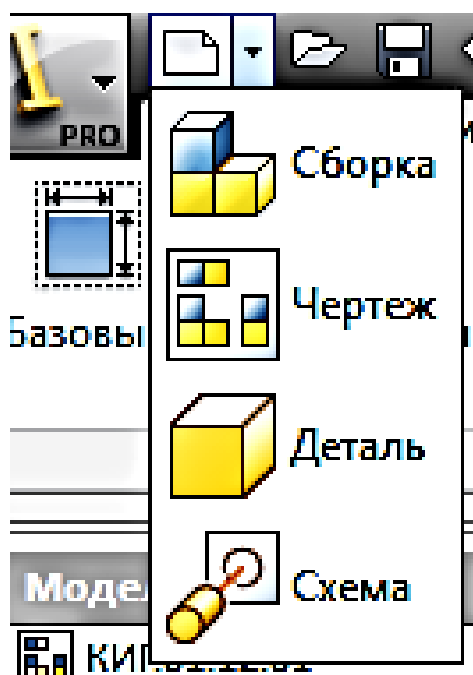

Рис. 7.1.
2. Нажмём кнопку «Создать» (Рис. 7.1.), в раскрывшемся меню выберем команду «Деталь». Загрузится файл для начала моделирования трехмерной модели детали. Данный файл становится текущим, а в нижнем левом углу рабочего поля появится информация о том, что загружены два файла:  .